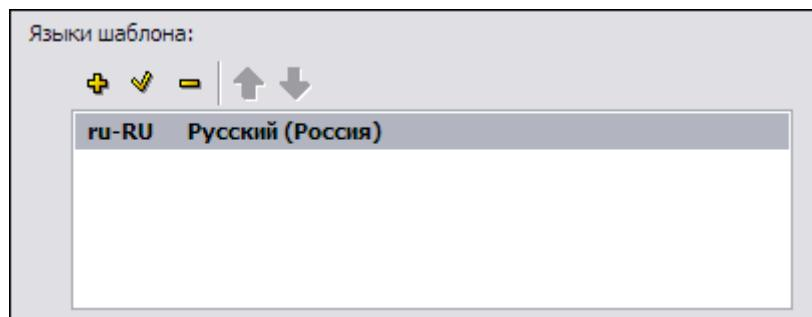

Рис. 1.25
3. Нажмите на кнопку **Применить**. В окне Языки шаблона отобразится название выбранного языка (Рис. 1.25).